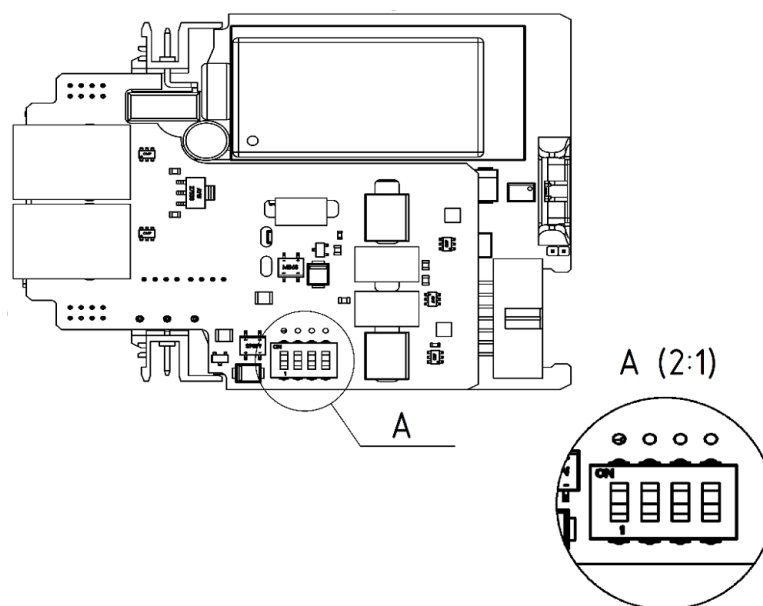

Рисунок 2.1 – Переключатели резисторов смещения
2.4.4 Для устройств MCU-хX2R-х, MCU-хY2R-х и MCU-хXRC-х, MCU-хYRC-х при необходимости подключить смещающие резисторы, необходимо перевести оба движка в положение “ON”. Для отключения в положение “OFF” (Рисунок 2.1). По умолчанию он находится в положении «OFF».